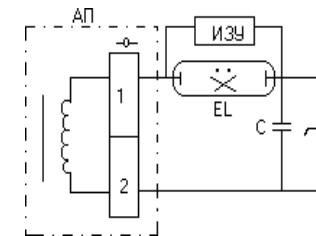

Рис.2 - Электрическая схема
Аппарат представляет собой индуктивное сопротивление с подсоединительной клеммной колодкой. Электрическая схема подключения аппарата к сети и лампе приведена на рис.2
- 6.2. Подключить аппарат к сети и лампе согласно схеме, приведенной на Рис.2.